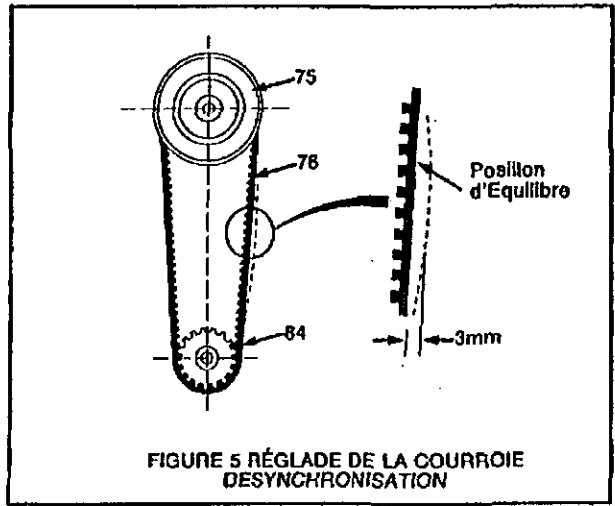

FIGURE 5 RÉGLAGE DE LA COURROIE DESYNCHRONISATION
Oter le couvercle du cadre (79) et régler la courroie de synchronisation (76) en tirant délicatement sur la courroie au niveau de la base de la poulie du moteur (75) de manière à ce que le mouvement horizontal au centre de la courroie soit approximativement de 3mm par rapport à la position d'équilibre (voir figure 5).